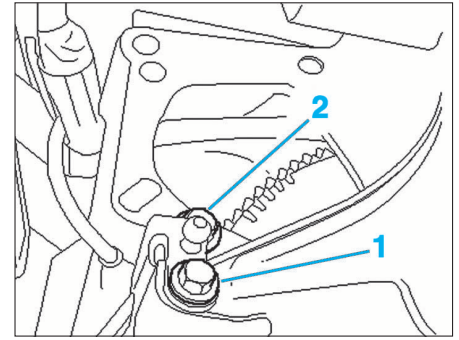

FIG. 8
- la vis (1) du support de réservoir à dépression (Fig.8).